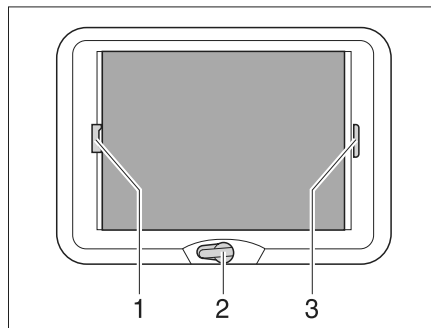

Bild 22 Dachhaube Midi-Heki (Abb. ähnlich)
*Öffnen:* ■ Die Handkurbel (Bild 22,2) drehen, bis Widerstand spürbar ist (max. Öffnungswinkel 70°).
*Schließen:* ■ Die Faltverdunklung am Griff (Bild 22,3) ziehen und an der gewünschten Position loslassen. Die Faltverdunklung bleibt in dieser Position stehen.
*Schließen:* ■ Den Insektenschutz am Griff (Bild 22,1) zum gegenüberliegenden Griff der faltverdarkung (Bild 22,3) ziehen und einrasten lassen.
*Öffnen:* ■ Den Griff des Insektenschutzes (Bild 22,1) hinten nach oben drücken und den Insektenschutz an der faltverdarkung (Bild 22,3) aushängen.